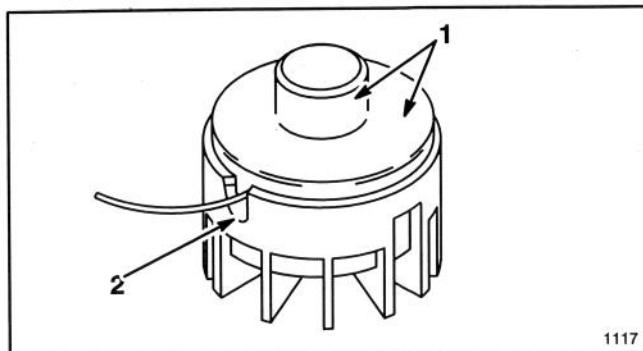

Figure 21
6. Insérer le fil dans l'oeillet de métal de la tête de coupe (Fig. 21) et le tenir d'une main tout en plaçant la bobine et le capuchon sur le ressort avec votre autre main. Aligner les ergots de capuchon sur les fentes de la tête de coupe, enfoncez les ergots et bloquer le capuchon et la bobine en position en appuyant dessus (Fig. 21).